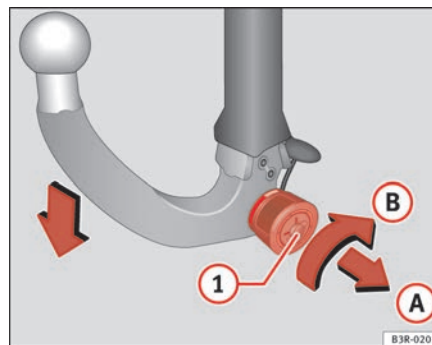

Fig. 156 Dispositivo desmontable para remolque: Desmontar la rótula
- Introduzca la llave en la cerradura **1** ⇒ fig. 156 de la rueda moleteada.